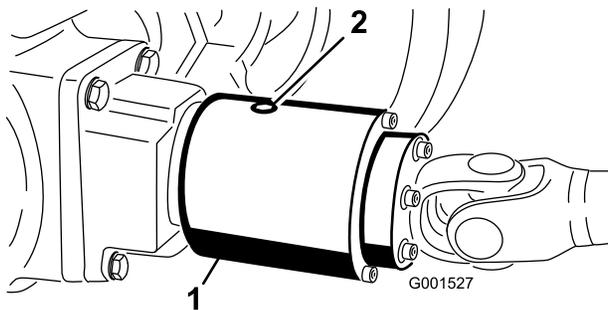

Figura 55
3. Girate la frizione in modo che il tappo di spurgo sia in posizione discendente (Figura 55).